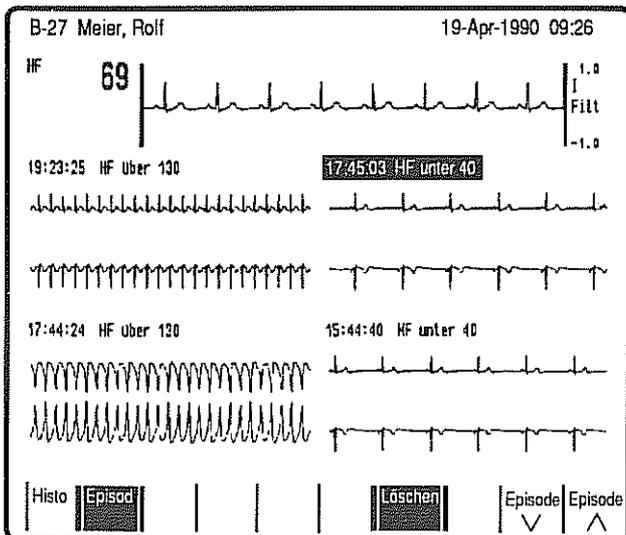

Bild 9
- * Mit den Pfeiltasten können Sie die zu löschende Episode aussuchen (z.B. die Episode von 17:45:03 Uhr in Bild 9).